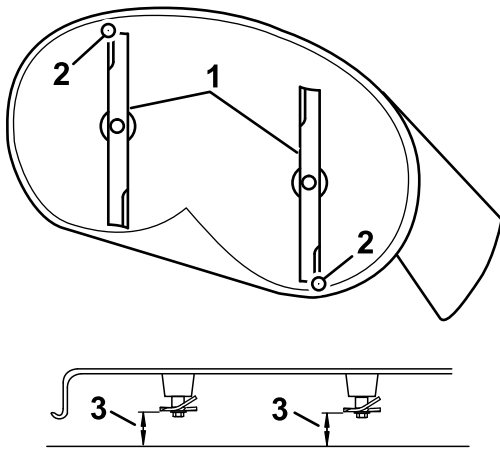

Figura 68
4. Gire cuidadosamente las cuchillas colocándolas en el sentido de avance de la máquina (Figura 68).
5. Mida entre la punta de la cuchilla delantera y la superficie plana y entre la punta de la cuchilla trasera y la superficie plana (Figura 68).